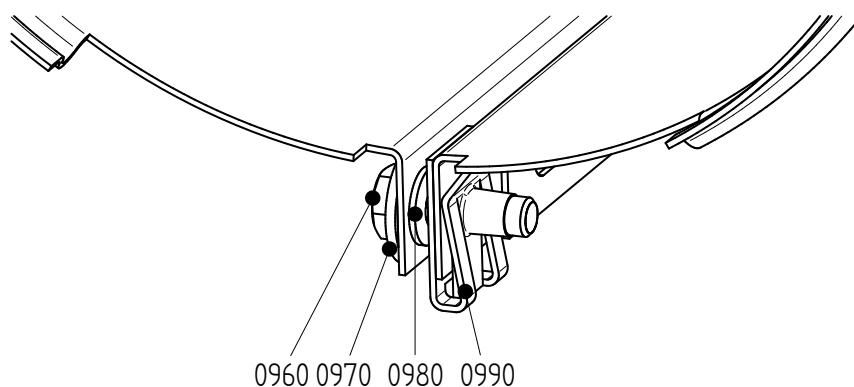

Рисунок 15. Установка кожуха
- 1 Ослабьте затяжку болтов (0960). См. рисунок 15.
3 Закройте кожух и установите болт (0960). См. рисунок 15.
5 Закройте кожух, установите болт (0230) и болт (0960). См. рисунок 15.